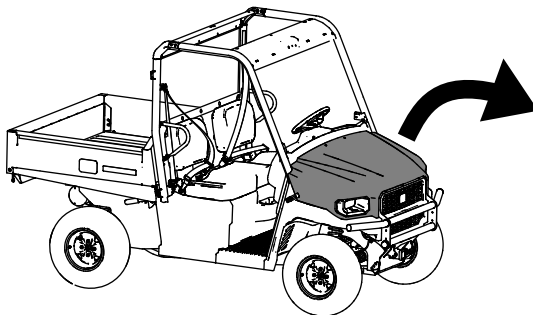

Bild 91
2. Fluchten Sie die Gummiriegel auf den Riegelankern an jeder Seite der Motorhaube aus, um die Motorhaube zu befestigen (Bild 91).